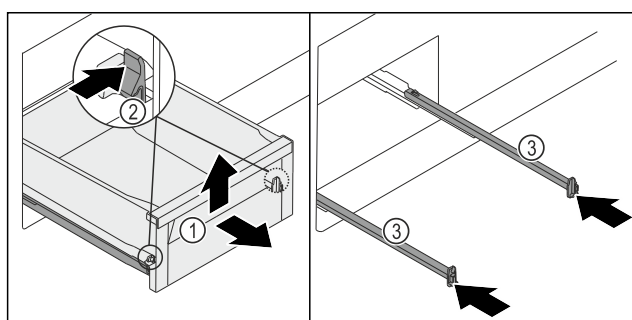

Fig. 258
- ▶ Wysunąć szufladę Fig. 258 (1) do oporu.
- ▶ Zacisk Fig. 258 (2) wcisnąć po lewej i prawej stronie równomiernie do wewnątrz.
- ▶ Szuflada Fig. 258 (1) zostaje zwolniona z szyn.
- ▶ Szufladę Fig. 258 (1) należy unieść w przód.
- ▶ Szufladę Fig. 258 (1) należy wyjąć w przód.
- ▶ Wsunąć szyny Fig. 258 (3).